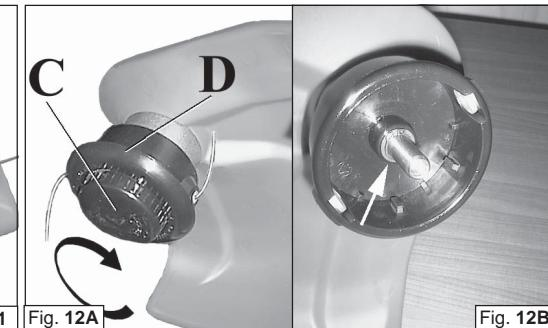

Fig. 12B
- 1 - Открутить ручку (C, Рис.12A) и снять катушку. Чтобы полностью разобрать головку, снять кольцевое уплотнение (Рис.12B).
1. Odkręcić pokrętło (C, Rys. 12A) i wyjąć szpulę (D). Aby całkowicie rozmontować głowicę, należy wyjąć pierścień sprężynujący (Rys. 12B).